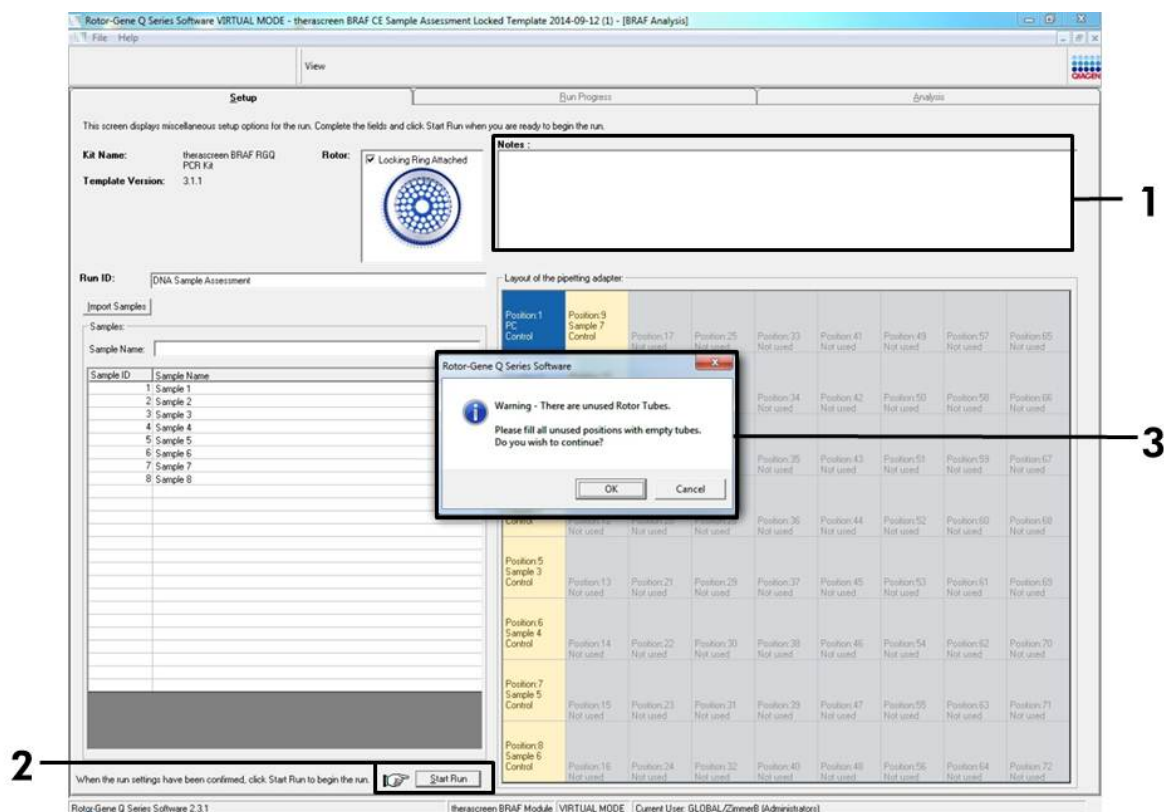

Abbildung 6. Dialogfeld „Notes“ (1), die Schaltfläche „Start Run“ (2) und der Warnhinweis über unbesetzte Rotorpositionen (3)
13. Nachdem alle Probenamen eingegeben wurden, überprüfen Sie, dass diese korrekt sind. Geben Sie bei Bedarf zusätzliche Informationen in das Dialogfeld „Notes“ (Notizen) ein, und klicken Sie dann auf die Schaltfläche „Start Run“ (Testlauf starten) (siehe Abbildung 6).
Hinweis: Wenn eine Rotorposition unbesetzt ist, wird ein Warnhinweis eingeblendet (siehe Abbildung 6), um den Anwender daran zu erinnern, dass unbesetzte Positionen im Rotor mit verschlossenen, leeren Röhrchen gefüllt werden müssen. Stellen Sie sicher, dass alle unbesetzten Rotorpositionen mit verschlossenen, leeren Röhrchen gefüllt sind, und klicken Sie dann auf „OK“, um fortzufahren.